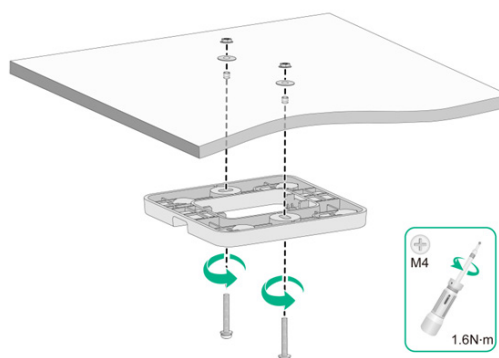

図 3-9 天井への壁面/天井用ブラケットの取り付け
- 3) 壁面/天井用ブラケットの設置用の穴を揃えて、なベネジを天井に通してください。反対側をワッシャーとナットで止めて、天井用のなベネジで図 3-9 のように天井に壁面/天井用ブラケットを取り付けてください。